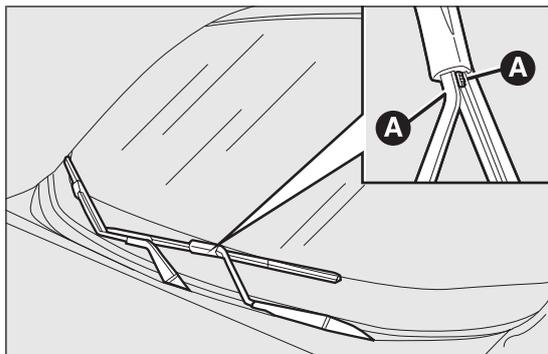

fig. 188
- premere sulle linguette A fig. 188 ed estrarre dal braccio la spazzola;